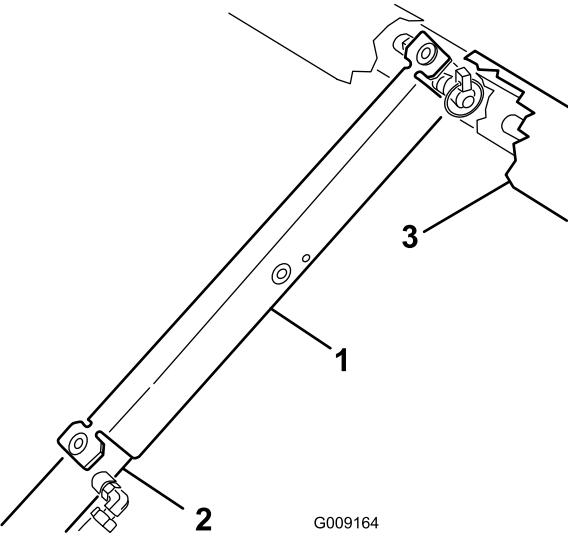

Figure 32
3. Poussez la béquille de sécurité du plateau sur la tige du vérin et appuyez bien les pattes d'extrémités contre l'extrémité du corps du vérin et l'extrémité de la tige du vérin (Figure 32).